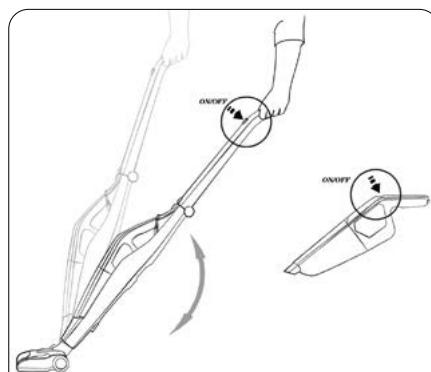
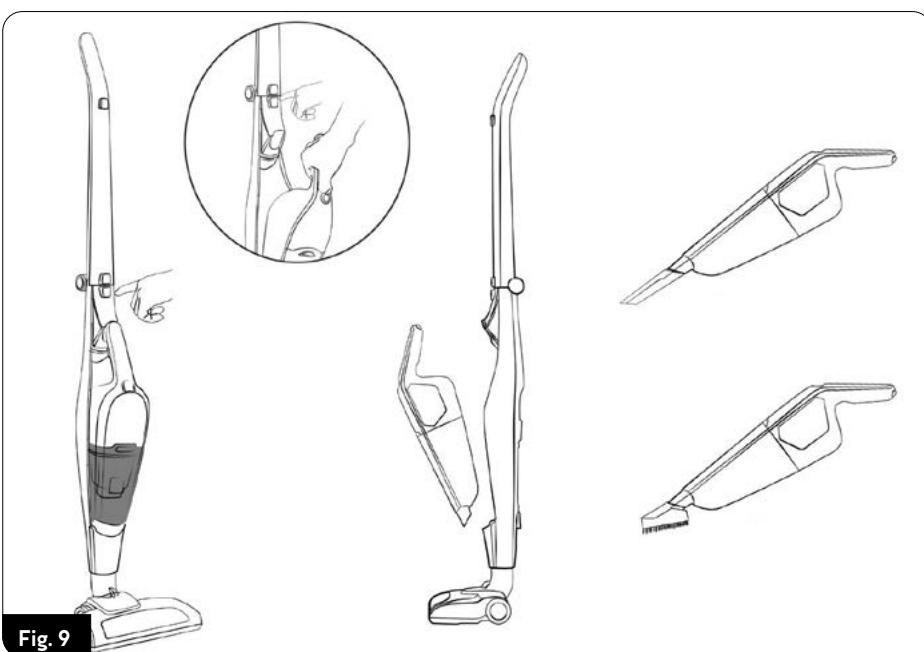

Fig. 8
Fig. 9
2. Porniți aspiratorul cu butonul (6) direct pe aspirator sau butonul (1) de pe mânerul principal (Fig.8). Funcționarea butoanelor este independentă una de celălătă, atât timp cât aspiratorul se află în mânerul principal.
4. Împreună cu aspiratorul, peria electrică (15) cu LED-uri (16) luminează suprafața care trebuie aspirată. Peria electrofuncțională este potrivită pentru aspirarea tuturor tipurilor de suprafete dure și covoare.
5. Utilizarea echipamentului suplimentar al aspiratorului (perie mică, perie de crăpătură) este posibilă după scoaterea aspiratorului din mânerul principal. Apăsați butonul (4) și scoateți aspiratorul din mânerul principal (2) și apoi conectați accesoriile corespunzătoare la capătul aspiratorului (Fig.9).